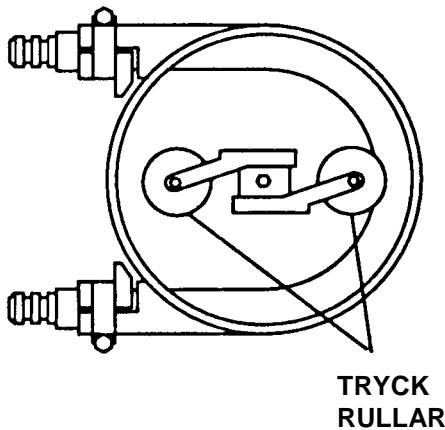

Fig. 1
2. Underlätta inställningen genom att kontrollera att tryckrullarna är i positionen i fig. 1 (den ena rullen pressar samman mitten av slangens och den andra rullen är rörlig).
- Obs:** Pumpmodell PTL30 och PTL45 använder en annan rotorenhet än den i fig. 1.